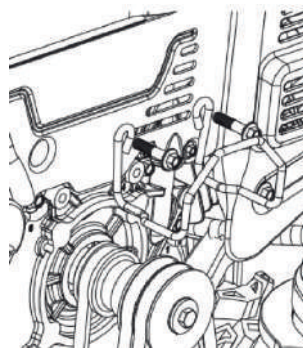

Рис. 31
3. Ослабьте и снимите плечевой винт, который служит фиксатором ремня. См. рисунок 31.